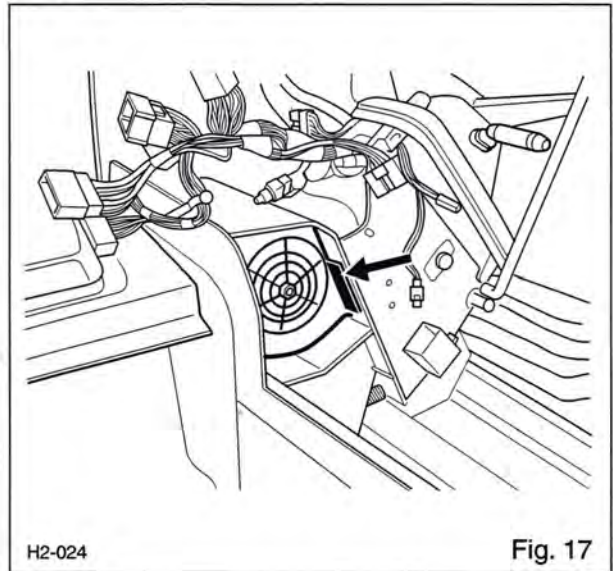

Fig. 17
- Løsn fastspændingsanordningerne på blæserens fastspændingsflig i venstre side (Fig. 17).